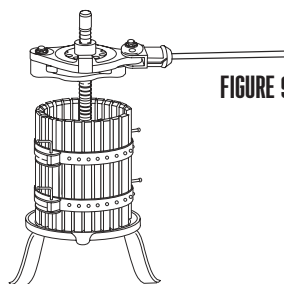

FIGURE 9
8. Placer un récipient sous le bec verseur pour recueillir le jus qui s'écoule de la base (**FIGURE 9**).